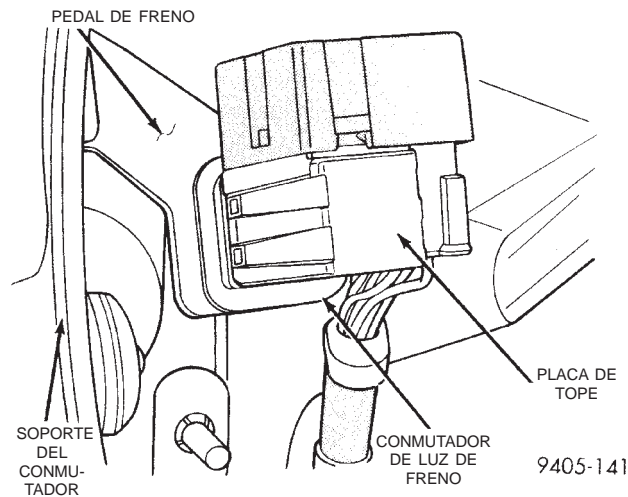

Fig. 185 Posición del conmutador de luz de stop en el vehículo
PRECAUCION: No aplique una fuerza excesiva cuando tire hacia atrás del pedal de freno para ajustar el conmutador de luz de stop. Si se hiciera, podría dañar el reforzador del vacío del freno, el conmutador de luz de stop o la placa de tope (Fig. 185).
(5) Conecte el conector del mazo de cableado al conmutador de luz de stop.
(6) Tire suavemente hacia atrás del pedal de freno hasta que el pedal deje de moverse. Esto hará que el vástago del conmutador (Fig. 185) se encaje hacia atrás en la posición correcta.